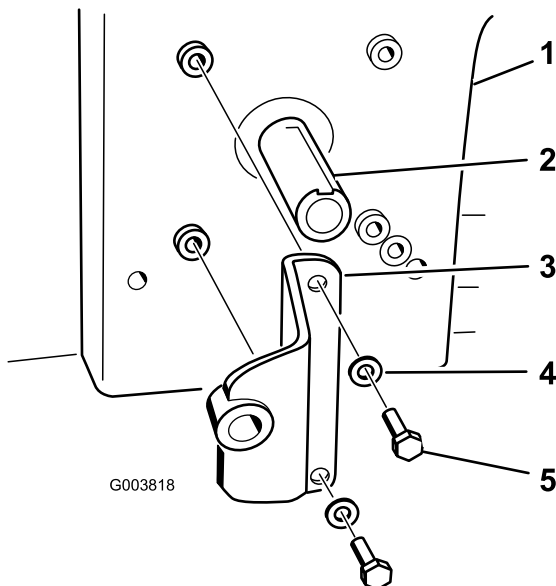

Bild 18
- Befestigen Sie die Pumpenhalterung mit zwei Schrauben (5/16" x 3/4") und zwei Scheiben (3/8") an der Pumpenhalterung. Siehe Bild 18 für die richtige Stelle für das Montieren der Pumpenhalterung.